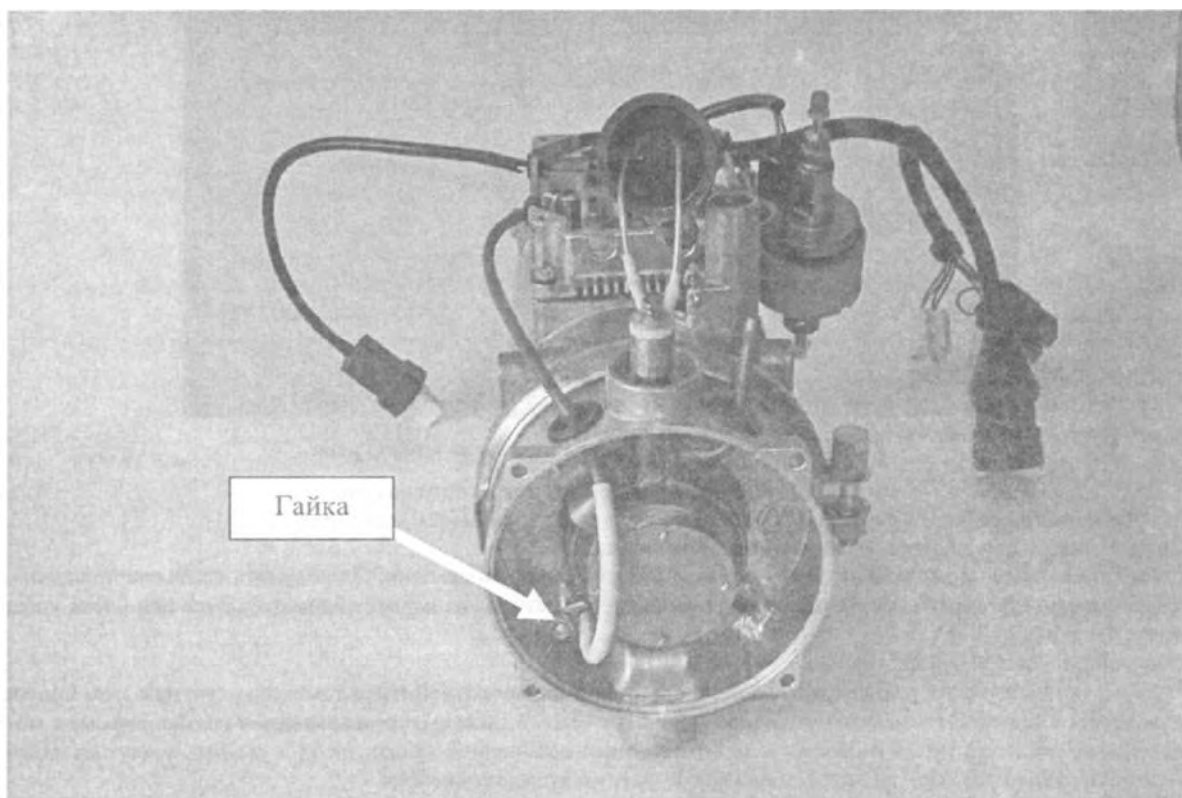

Рис. 232 Нагреватель со снятым нагнетателем воздуха для замены индикатора пламени
- отвернуть винты и снять крышку с блока разъемов или блока управления (см.Рис. 232);
- отвернуть винты и снять крышку с блока разъемов или блока управления (см. Рис. 232);
- отвернуть гайку (винт) прижима индикатора (Рис. 232) и извлечь индикатор пламени из переходника вместе с уплотнителем.